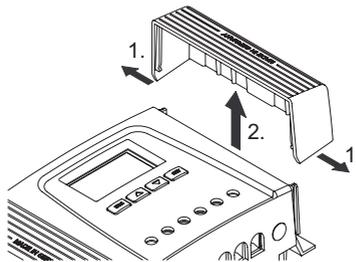

Fig. 9 Desprender la cubierta de la posición final (en este caso, la cubierta de la derecha)
1. ➞ Coger la cubierta con ambas manos tal y como muestra la Fig. 9.